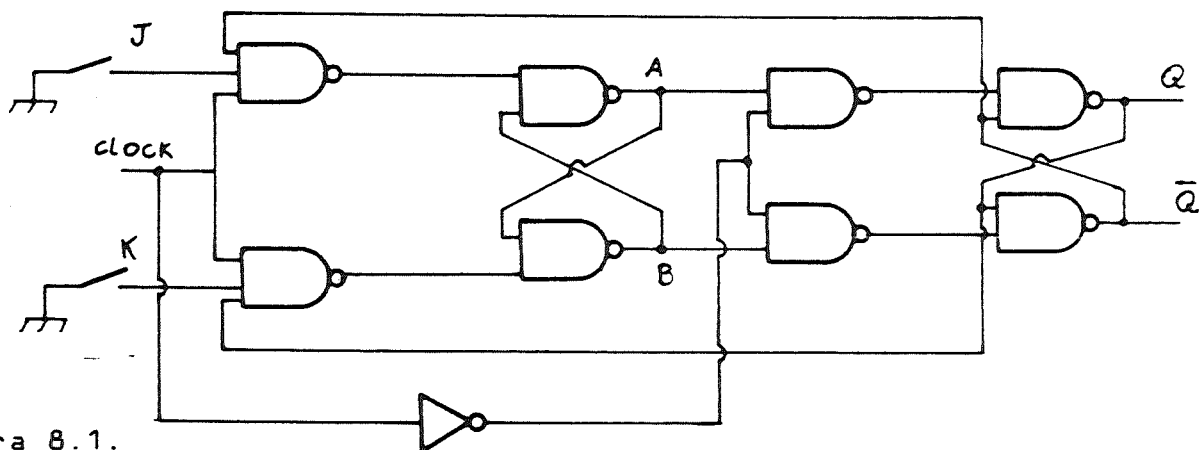

Figura 8.1.
2.1.1. Implemente o circuito da figura 8.1. e forneça os nomes dos CI's empregados e o número da pinagem.
2.2 Utilizando o mesmo esquema do item anterior (figura 8.1) construa um FF/MS tipo T. (as entradas J e K são idênticas!)